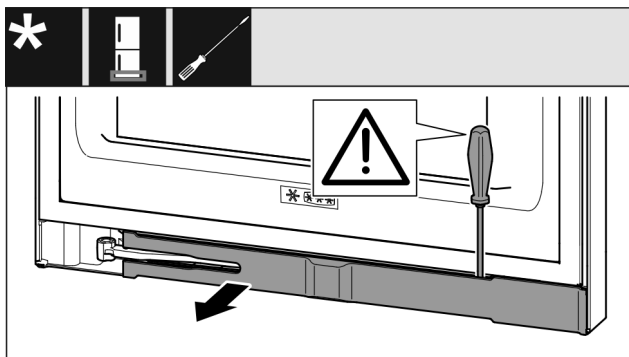

Fig. 13
- ▶ Kryt odistíte plochým skrutkovačom a vyklopte nabok Fig. 13 ().